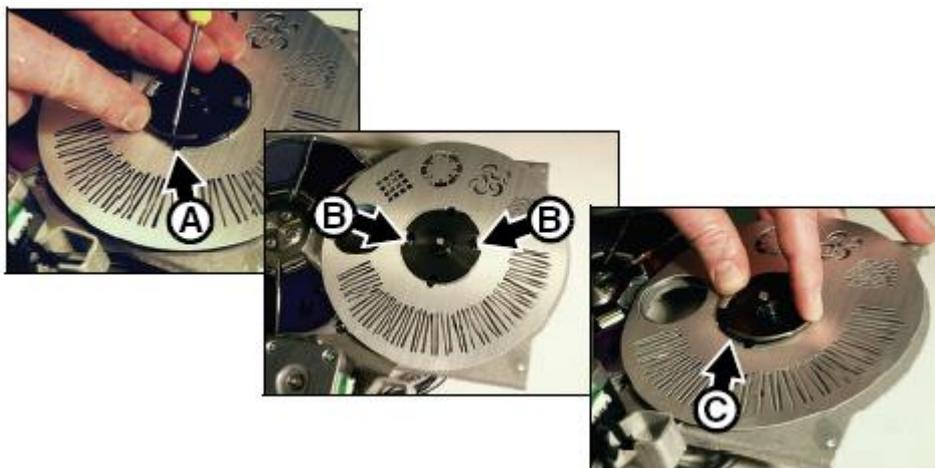

Рисунок 27. Снятие и установка колеса спецэффектов
7. См. рисунок 27. С помощью небольшой плоской отвертки поднимите стопорное кольцо А со ступицы колеса спецэффектов, чтобы освободить колесо. Старайтесь не сгибать колесо спецэффектов во время его снятия и хранения.